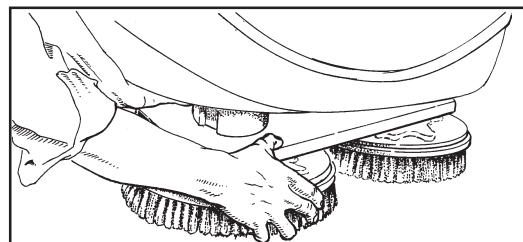

Figura 17B
- Ponga un cepillo o un disco debajo del plato del motor de cepillado. Ver la figura 17B.